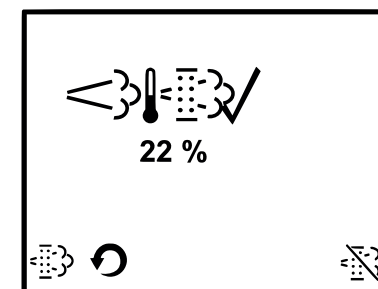

FIGURA 2
- A. Pulse el botón (P) del teclado de control (página 48 del manual del operador) o levante la barra de seguridad del operario para aplicar el freno de estacionamiento. Aparece una marca de verificación junto al símbolo del freno de estacionamiento (A).**
- B. Cuando el refrigerante del motor alcanza la temperatura de funcionamiento (por encima de 60 °C/140 °F), aparece una marca de verificación junto al símbolo de la temperatura del refrigerante (B).**
- 3. Cuando aparezcan las tres marcas de verificación (A, B y C) en la pantalla de regeneración estacionaria, pulse y mantenga el botón (Z) hasta que aparezca la pantalla de regeneración estacionaria en curso (Figura 2).**